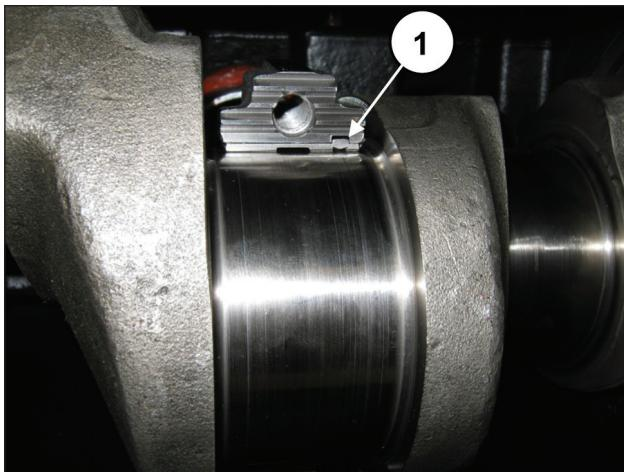

Fig. 68
**Para montar correctamente los cojinetes, la lengüeta de referencia de los semicojinetes debe encajar en el alojamiento de la semibiela (pos. ①, Fig. 68).**